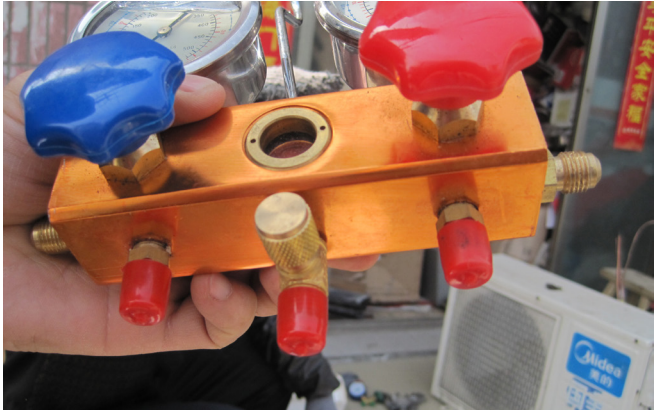

图 3-29 拧开压力表底部护帽
2) 将压力表底部护帽拧下，如图 3-29 所示，红蓝两线与表头连接。